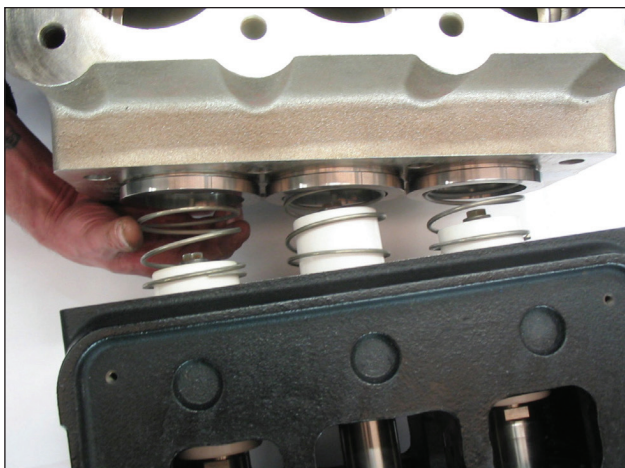

Fig. 189
**Aplicar una ligera capa de grasa para facilitar la introducción de las juntas tóricas en los alojamientos.** La Fig. 189 muestra el montaje del cabezal.